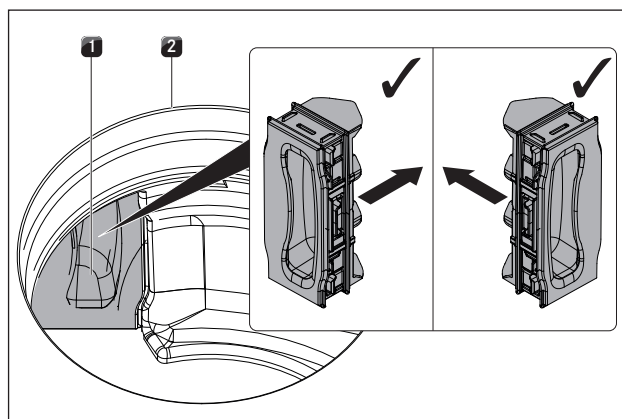

рис. 8.10 Установка откидной крышки фильтра
- ▶ Нажмите на находящуюся внутри отверстия для впуска воздуха откидную крышку фильтра до упора, чтобы она вошла в отверстие корпуса фильтра (установка откидной крышки фильтра, смотрите рисунок 8.10).